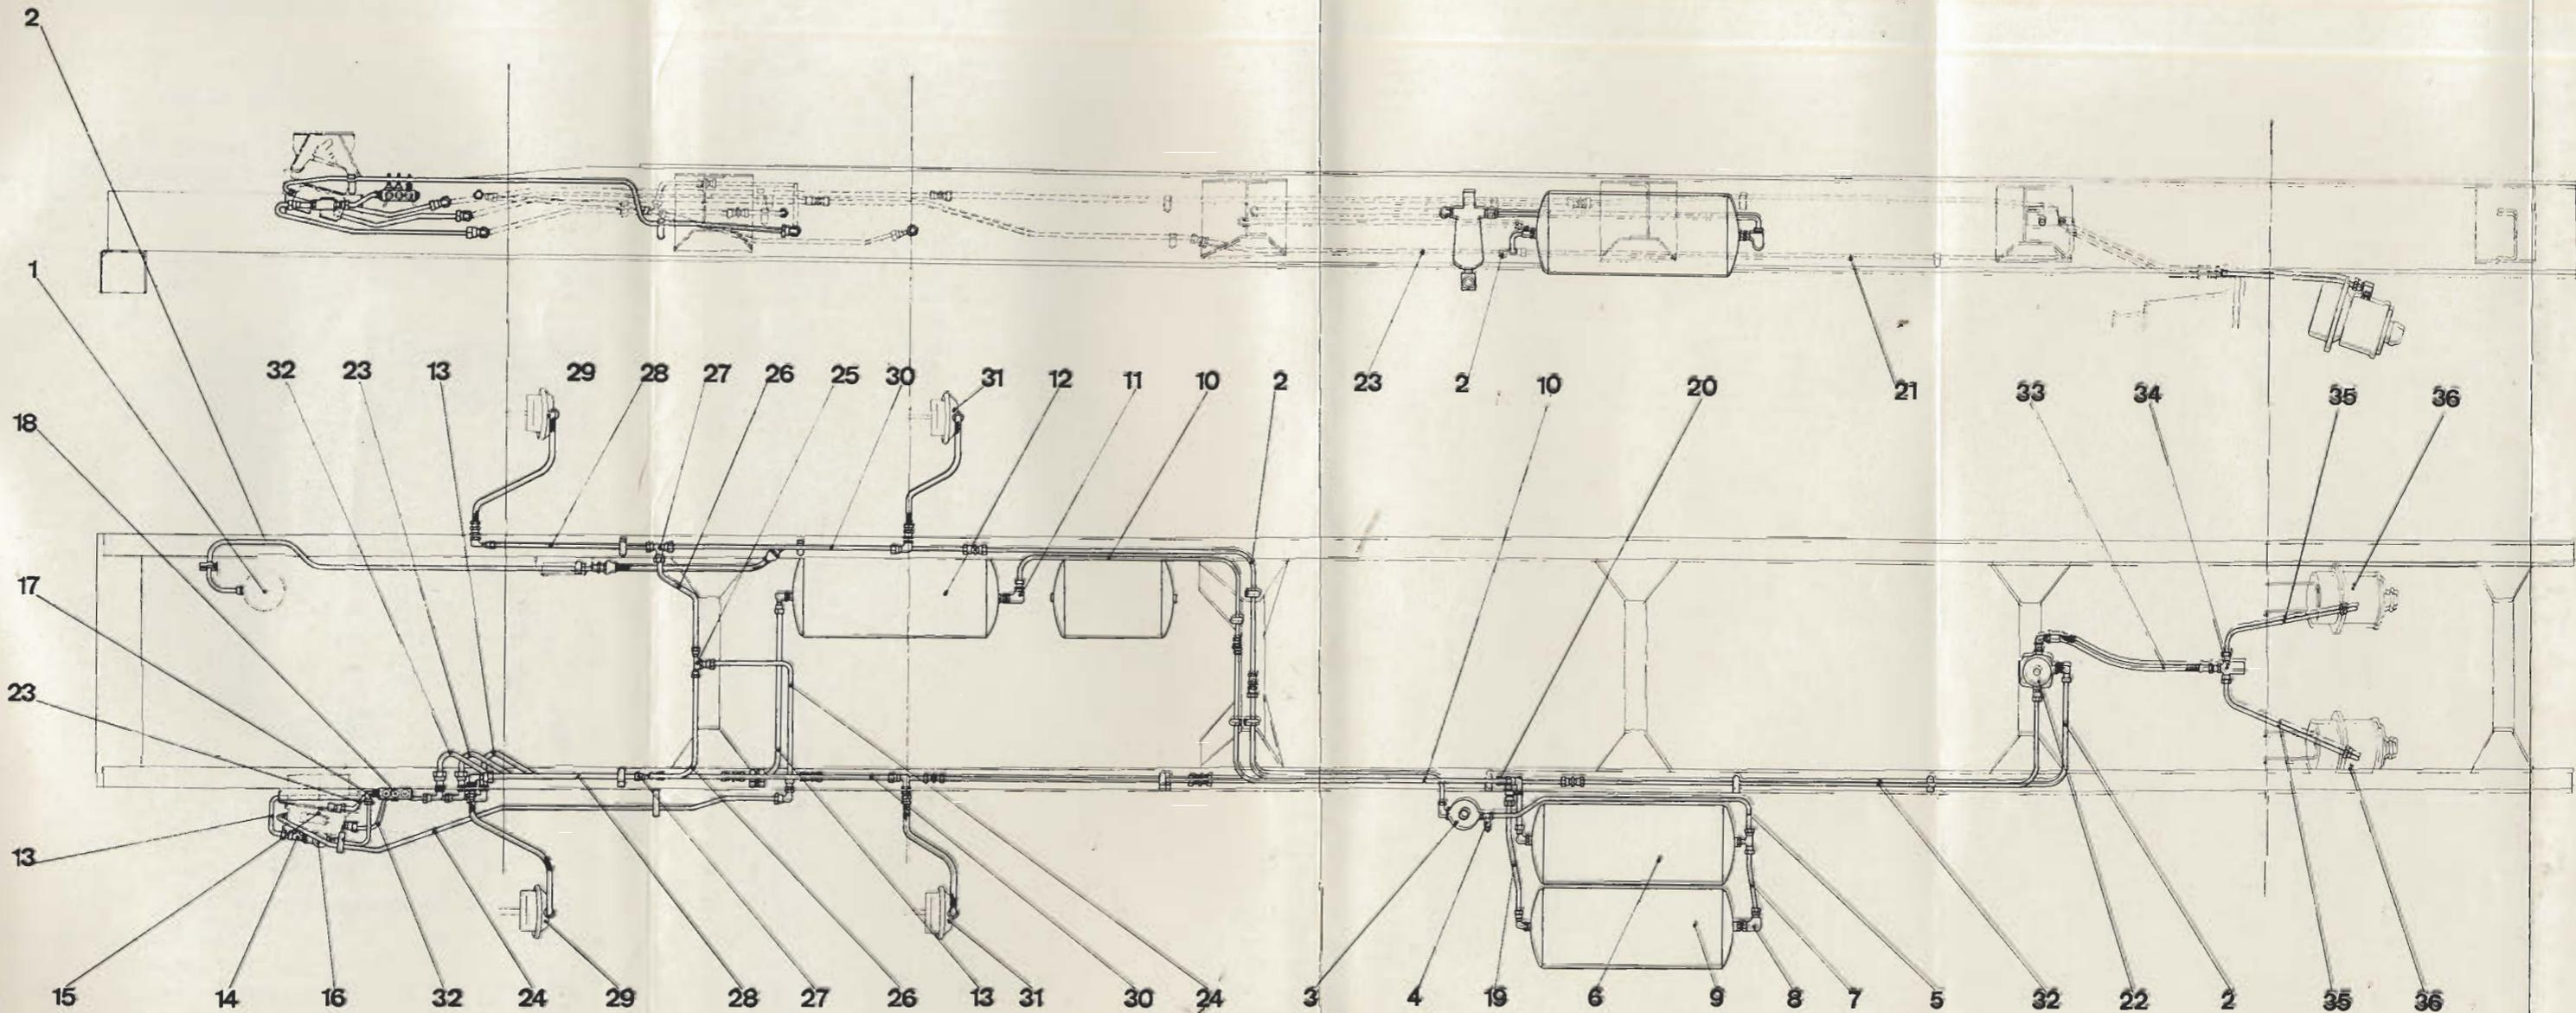

Fig. 11.1. - Esquema freno de servicio
11.3 CIRCUITO DE AIRE COMPRIMIDO (fig. 11.1)